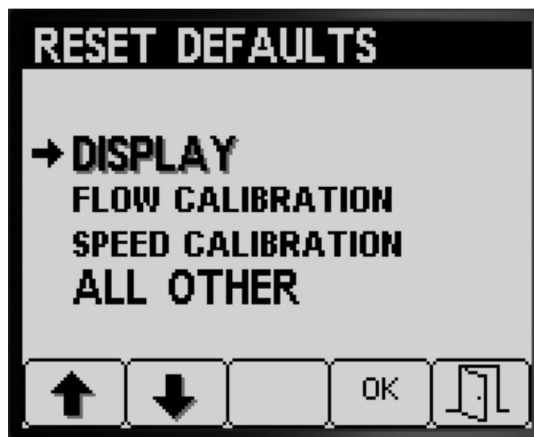

Figure 35
4. Appuyez sur le bouton 4 pour réinitialiser les réglages de l'option sélectionnée (Figure 35).
5. Répétez les étapes 3 et 4 pour toute autre option à réinitialiser (Figure 35).
6. Appuyez sur le bouton 5 pour enregistrer vos réglages, quitter l'écran **RETOUR RÉGLAGES D'USINE** et retourner à l'écran **RÉGLAGES** (Figure 35).